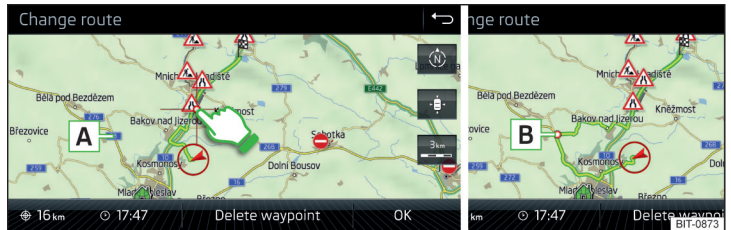

Fig. 237 Modification de l'itinéraire sur la carte / point de passage de l'itinéraire
- ▶ Touchez l'écran au niveau de l'itinéraire et déplacez le curseur à l'emplacement souhaité sur la carte, par ex. A » fig. 237 .
Le point de passage B » fig. 237 est inséré dans l'itinéraire .